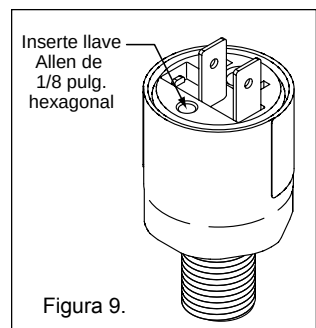

Figura 9.
5. Utilice una llave Allen de un 1/8" para girar en dirección de las agujas del reloj el tornillo de fijación hasta que el calentador se apague; véase Figura 9.